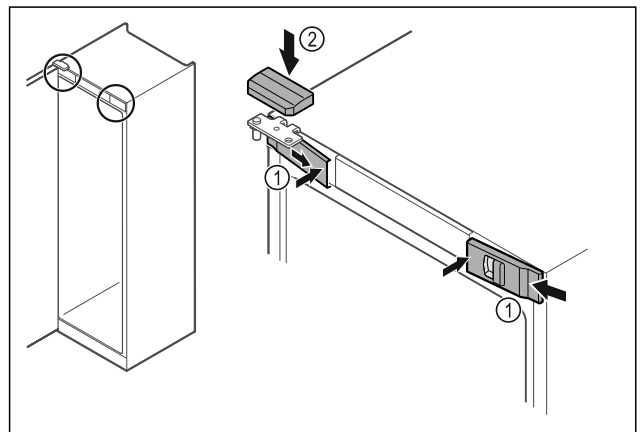

Fig. 42
- ▶ Зацепите сбоку и защелкните передние крышки Fig. 42 (1) с внутренней стороны.
- ▶ Защелкните верхнюю крышку Fig. 42 (2) сверху.